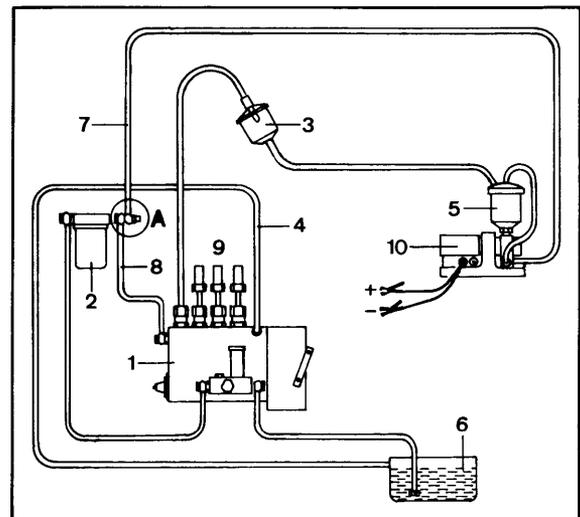

Figura 07-1/11
- 2.- Montar en los racores de los elementos de la bomba de inyección para los cilindros 2°, 3° y 4° las válvulas limitadoras de presión. (9 de la figura 07-1/11).